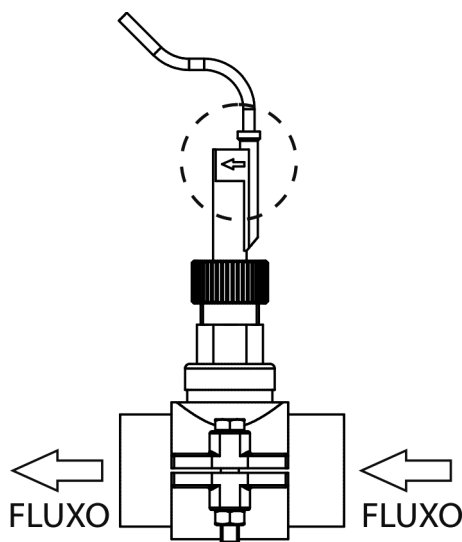

Fig. 11a
3. Existe uma seta marcada na cabeça do detector de fluxo. Assegure-se de que a seta fica paralela ao eixo da tubagem e aponta para a direcção do fluxo de água (Fig. 11a).